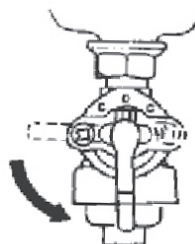

Рис. 4
- Поверните рычаг топливного крана в положение «ON» (Рис. 4).